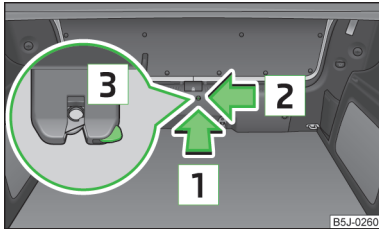

Abb. 36
- In die Öffnung in der Verkleidung in Pfeilrichtung **1** » Abb. 36 einen Schraubendreher oder ein ähnliches Werkzeug bis zum Anschlag einführen.